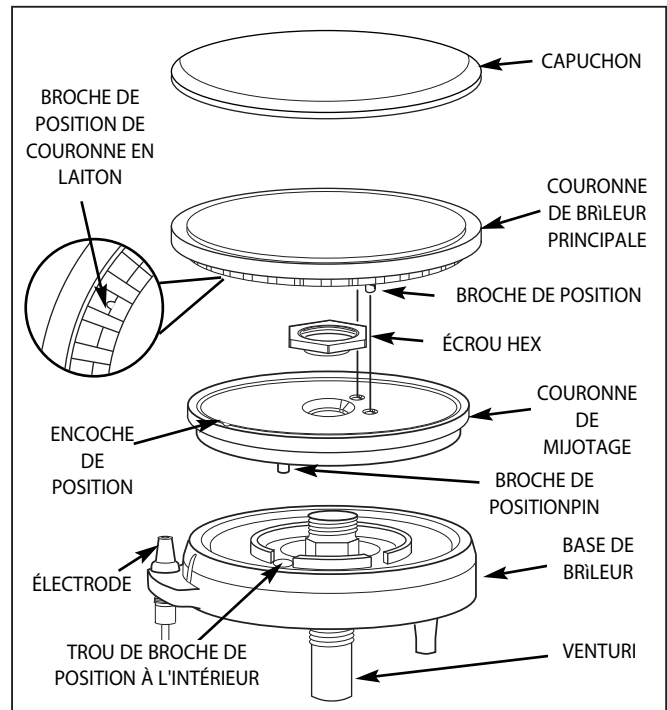

Fig. 10
Pour assurer un bon allumage et une bonne performance des brûleurs, gardez-les dans un état propre. Vous devez nettoyer les brûleurs s'ils ne s'allument pas même si l'allumeur clique, après chaque débordement important ou si la flamme ne devient pas bleue. Assurez-vous que tous les boutons des brûleurs sont en position OFF avant d'essayer de nettoyer les brûleurs. Les brûleurs ont été conçus pour être faciles à nettoyer. Une fois les grilles et brûleurs refroidis, retirez les grilles. Les capuchons de brûleur et les couronnes en laiton peuvent être facilement enlevés. Lavez ces pièces dans de l'eau savonneuse chaude, rincez et séchez soigneusement. Les capuchons de brûleur sont en émail de porcelaine; suivez les instructions données à la page précédente concernant les grilles des brûleurs. Utilisez au besoin une brosse en soies pour nettoyer les ports dentés des brûleurs. Le démontage de la couronne de mijotage n'est pas recommandé; cela peut toutefois s'avérer nécessaire si les ports restent bouchés après un nettoyage normal. Si vous devez retirer la couronne de mijotage de sa base, enlevez l'écrou hex de la partie supérieure de la couronne de mijotage. Nettoyez la couronne de mijotage avec de l'eau savonneuse chaude à l'aide d'une brosse en soies douce métallique ou en plastique, puis séchez soigneusement. Réassemblez les pièces à l'aide de l'écrou hex. Après le nettoyage, il est important de vous assurer que la broche de position au bas de la couronne de mijotage est correctement alignée avec le trou correspondant de la base et que les deux broches de positions (voir encart, Fig. 10) au bas de la couronne en laiton sont correctement alignées avec l'encoche de position et les trous centraux en haut de la couronne de mijotage. Un mauvais alignement produira une flamme potentiellement dangereuse et entraînera un mauvais fonctionnement du brûleur (voir Fig. 10).
- Est-ce que le brûleur à deux morceaux est assemblé correctement? (Voir la page 14, Fig. 10)
- Est-ce que la tête du brûleur est alignée correctement? (Voir la page 14, Fig. 10)